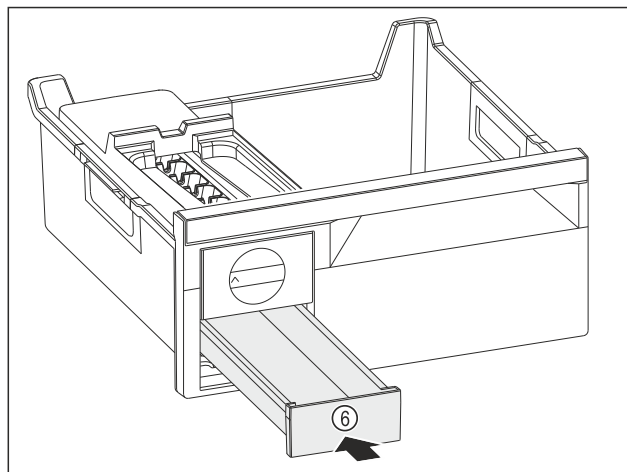

Fig. 110
- ▶ Eiswürfelschubfach Fig. 110 (6) einschieben.